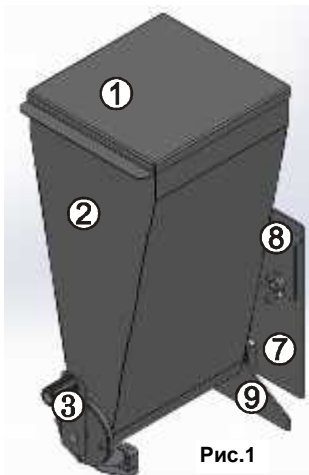

Рис.1
Переустановить ручку (3) как показано на рис.1.